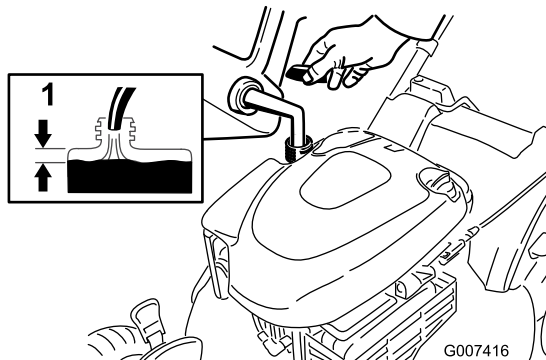

Figura 15
1. Limpie la zona alrededor del tapón del depósito de combustible y retire el tapón del depósito (Figura 15).